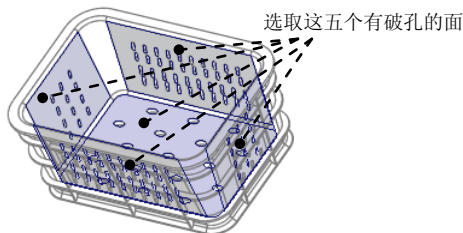

图 16.7 选取连续面 (二)
② 定义填充曲面。选取图 16.7 所示的模型内壁有破孔的五个面为填充面;单击